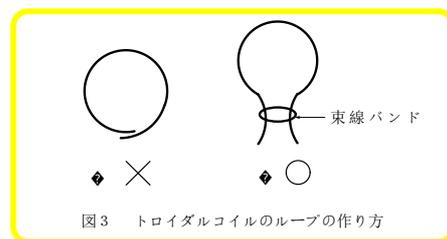

図3 トロイダルコイルのループの作り方
如果把线圈如图 3 ①那样包卷机臂的话，就会造成测定误差，所以请一定要按照图 3 ②所示那样使用。电源电压变动补偿控制不会输出未通电异常信号。